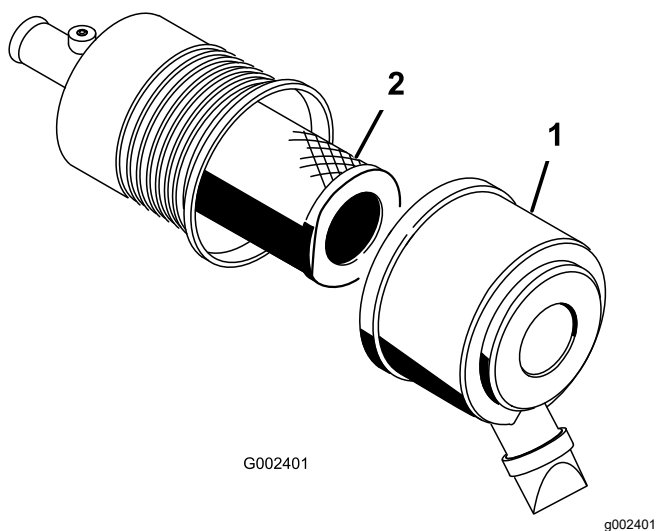

Figure 55
1. Desserrez les attaches qui fixent le couvercle sur le boîtier du filtre à air (Figure 55).
2. Déposez le couvercle du boîtier du filtre à air (Figure 55).
4. Déposez et remplacez le filtre (Figure 55).